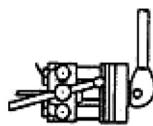

Fig. 3
- C. Após ter preparado o tubo segundo as indicações, introduzir a porca de retenção da instalação posicionando-a na parte traseira da matriz. Introduzir o tubo na matriz até colocar a sua extremidade em linha com a matriz. Verificar que ambas as matrizes estejam em contacto com os blocos traseiros. Fechar o suporte de retenção das matrizes e apertar as matrizes. Controlar que o tubo e as matrizes estejam sempre na posição. (Fig. 3)